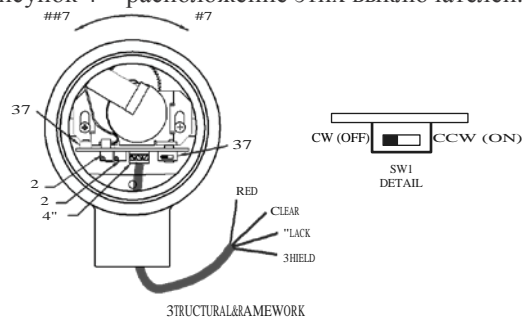

Рисунок 4:
- См. Рисунок 4 ниже для соответствующей информации.
Это откроет доступ к ребру печатной платы SG1000A, а именно к выключателю направления SW1 (ползунковый выключатель), и к калибровочному выключателю SW2 (кнопочный выключатель). См. Рисунок 4 – расположение этих выключателей.
- Если вал кодировщика вращается в направлении по часовой стрелке когда заслонка движется от полностью закрытого к полностью открытому положению, то необходимо установить SW1 в положение OFF (т.е., к центру платы). См. Рисунок 4.
- Если вал кодировщика вращается в направлении против часовой стрелки когда заслонка движется от полностью закрытого к полностью открытому положению, то установить SW1 в положение ON (т.е., к ребру платы). См. Рисунок 4.
- D) Если кондиции (A), (B), и (C) в порядке, а ваш SG1000A по-прежнему функционирует неправильно, то попробуйте перекалибровать заново, обращая более пристальное внимание на восемь операций калибровки.
- 2) Если вы прошли через рекомендации (1A), (1B), (1C), и (1D), и если ваш SG1000A выглядит как работающий правильно, от полного закрытия до полного открытия, за исключением странных выходных величин отличных от 4 mA и 20 mA для позиций полного закрытия/полного открытия (т.е. 3 mA с одного конца и 23 mA с другого конца), тогда возможно нарушена фабричная регулировка потенциометров R7 и R8. См. Рисунок 4, где показаны положения этих потенциометров. Доказательства неполадок R7 и R8 легко увидеть в режиме калибровки. Когда R7 и R8 соответствуют фабричной установке, выходной сигнал – 12 mA на протяжении режима калибровки. (Помните, что выходной сигнал остается 12 mA до окончания режима калибровки). Если в режиме калибровки выходной сигнал отличен от 12 mA, то скорее всего нарушены фабричные регулировки R7 и R8.